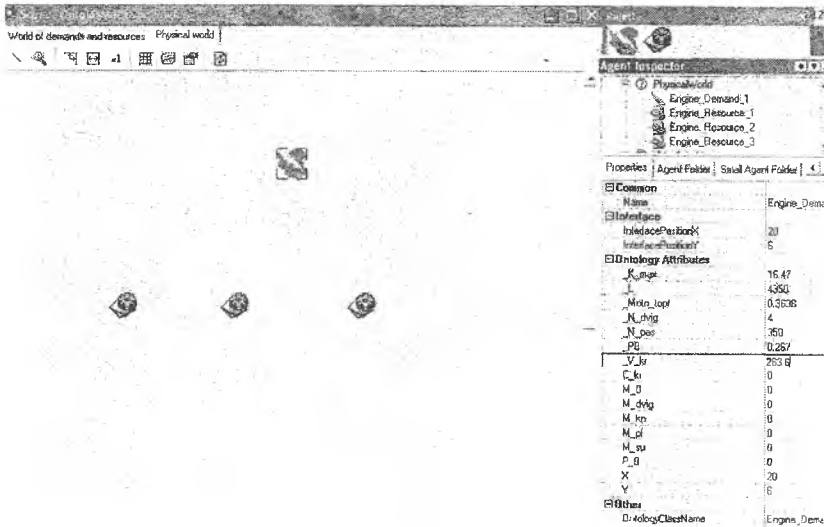

Рис. 23. Создание онтологической сцены предметной области
- В окне физического мира создайте одного агента проектируемого самолета *Engine Demand\_1* и трех агентов двигателей-прототипов для выполнения расчетов (рис. 23). С помощью инспектора агентов установите указанные в таблице значения атрибутов для агента проектируемого самолета, например Ил-86 и для трех агентов двигателей-прототипов в базе данных.